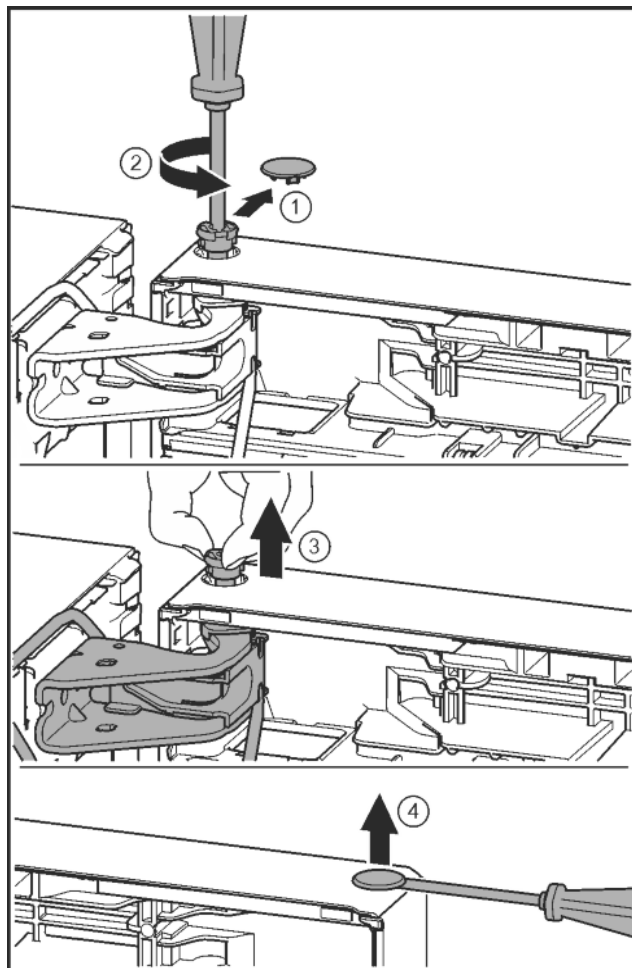

Fig. 26
- Oprezno skinite sigurnosni pokrov. *Fig. 26 (1)*
- Odvijačem T15 malo odvijte svornjak. *Fig. 26 (2)*
- Čvrsto držite vrata i prstima izvucite svornjak. *Fig. 26 (3)*
- Odvijačem s ravnom glavom oprezno podignite čep iz čahure ležaja vrata i izvucite ga. *Fig. 26 (4)*